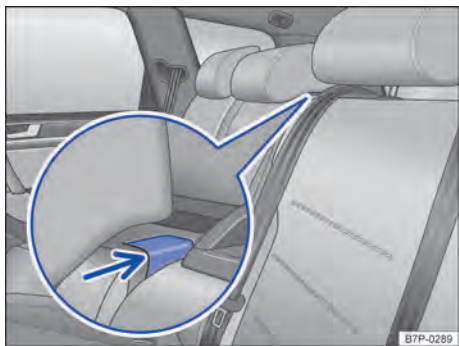

Fig. 127 No encosto do banco traseiro: botão de destravamento.
- Pressionar o botão de destravamento ⇒ Fig. 127 (seta) para baixo e rebater a parte central do encosto do banco traseiro totalmente para frente.